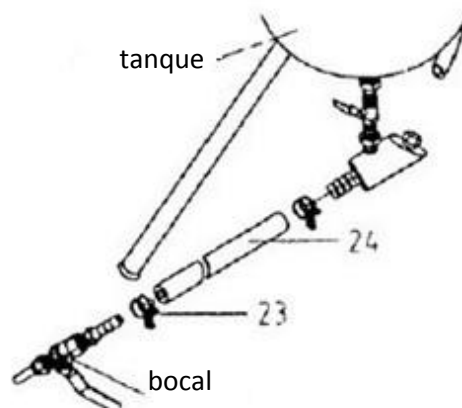

Figura 6
6. Consulte a Figura 6 para conectar a válvula de dosagem de areia (item 4) à válvula de fechamento do bico (etapa 5). Coloque braçadeiras de mangueira (23) sobre cada extremidade do tubo de areia (24). Prenda uma extremidade da mangueira no encaixe de saída de areia (22) e prenda a outra extremidade no adaptador (25). Ambas as extremidades da mangueira devem estar firmemente encaixadas nos conectores. Deslize as braçadeiras ao longo da mangueira até cada conexão e aperte-as firmemente para que o sistema fique firme e possa suportar pressões de 65-125 PSI.